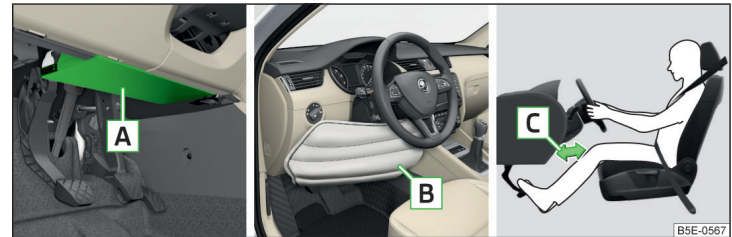

Fig. 10 Emplacement de l'airbag / airbag rempli de gaz / distance de sécurité avec le tableau de bord
L'airbag de genoux du conducteur **A** est logé dans la partie inférieure du tableau de bord sous la colonne de direction » fig. 10.
- Réglez le siège du conducteur en sens longitudinal de façon à ce que la distance **C** entre les jambes et le tableau de bord à hauteur de l'airbag de protection des genoux soit de 10 cm au moins » fig. 10. S'il n'est pas possible de remplir cette condition pour des raisons de taille corporelle, veuillez consulter un atelier spécialisé.